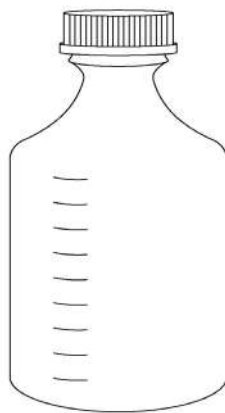

Рис. 96. Лабораторная бутыль для
4. **Лабораторная бутыль для хранения и транспортировки химреактивов, не чувствительных к свету** (рис. 96). Бутыль цилиндрической формы, с узкой горловиной, плоским дном. Горловина с винтовой резьбой. На внешней стороне расположены: мерная шкала в миллилитрах и информация о объеме. Бутыль изготовлена из светлого боросиликатного стекла. Этот вид стекла отличается повышенной прочностью, термостойкостью и химической стойкостью. Бутыль для реактивов рассчитана на повышенное давление паров, может применяться для хранения легко испаряющихся жидкостей.